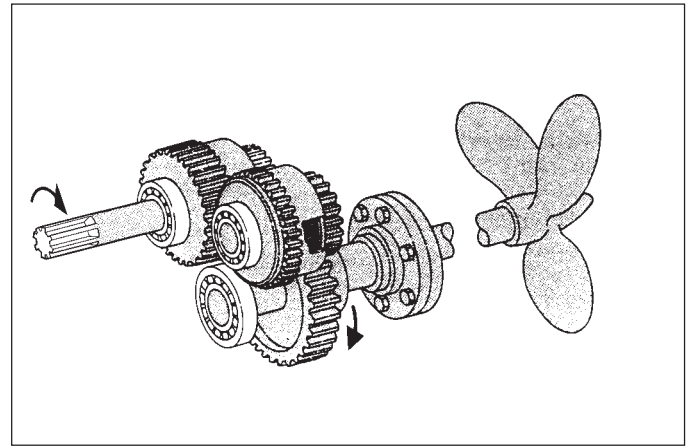

Fig. 2
- **Retromarcia:** la frizione di retromarcia viene inserita dal distributore quando posizionato in «RM». In questa situazione la campana dell'albero di retromarcia, che è sempre ingranata con l'albero di entrata, trasmette il moto all'albero di uscita facendolo ruotare nel verso uguale a quello d'entrata. La trasmissione avviene con rapporto indicato sulla targhetta d'identificazione (Fig. 2).
- **Reverse:** *the reverse clutch is engaged from the selector valve when it is placed in reverse position. Thus the reverse clutch pack assembly meshing with the input shaft transmits the motion to the output shaft with a sense of rotation equal to that of the input shaft. The reverse transmission ratio is reported on the gearbox identification plate (Fig. 2).*